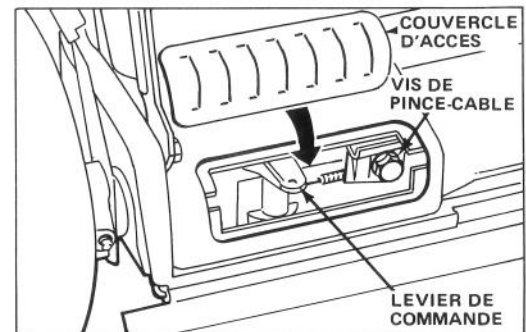

Figure 26
2. Retirez le couvercle d'accès de l'arrière du carter de la tondeuse (Fig. 26).
4. REGLAGE (Fig. 26) — Desserrez la vis de pince-câble jusqu'à ce que le conduit de câble se libère. Poussez le levier d'embrayage vers la vis pince-câble. Poussez le câble vers la droite afin de le tendre puis serrez la vis de pince.
5. Retirez le panneau d'accès et nettoyez la région autour de la boîte d'engrenages (fig. 26).